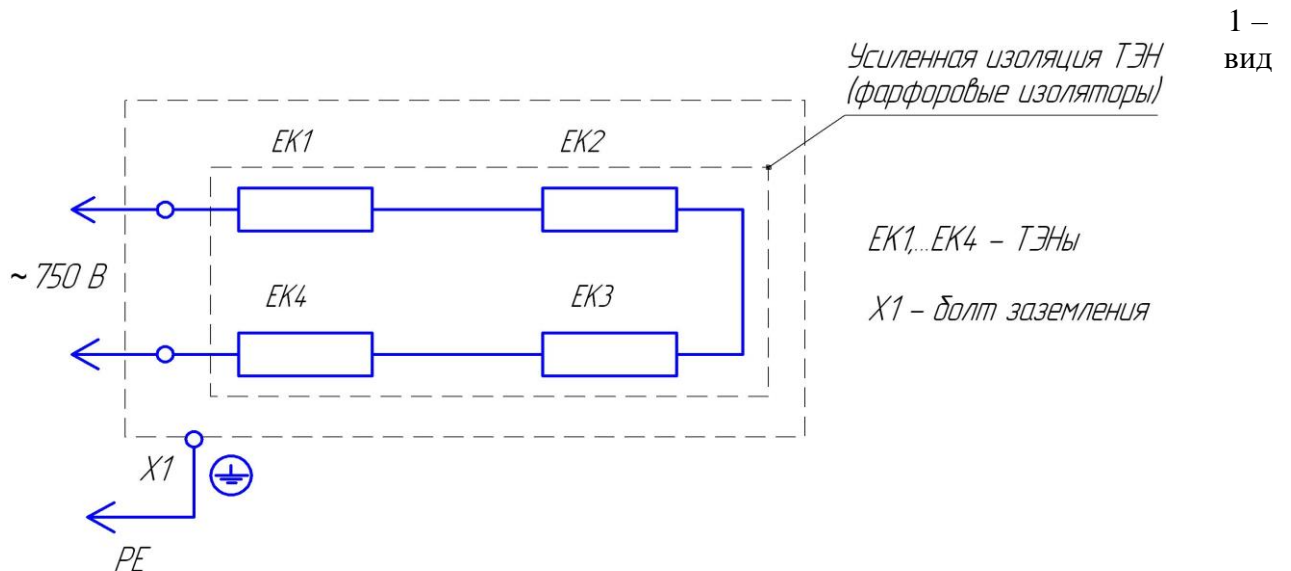

Рис.2. Схема электрическая ПЭТ-1
2.9 Габаритные размеры, мм	на рис. 2